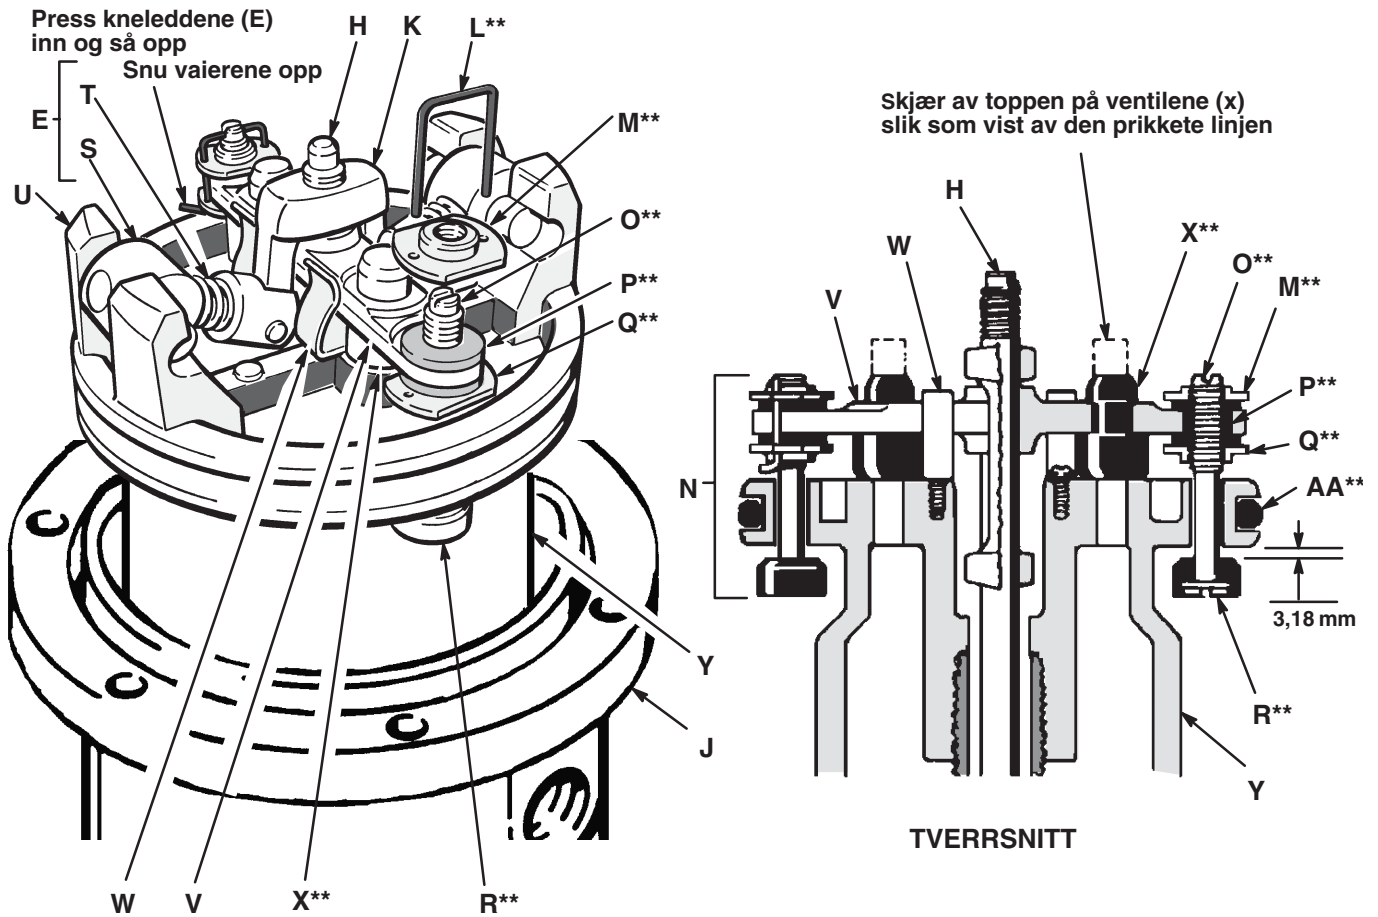

Fig. 3
Pass **alltid** på å holde fingrene unna kneledd-enhetene (E), for å unngå at de blir klemt eller amputeres. Se Fig. 3.
5. Legg press på utløserstangens åk (K) med en skruetrekker og trykk kneledd-enhetene (E) ned. Se Fig. 3. Ta låsetrådene (L) av justeringsmutrene (M og Q) på overføringsventilene (N). Skru av de øverste mutrene (M). Skru ventilstammene (O) ut av maljene (P) og de nederste justeringsmutrene (Q). Ta ventilene (R) av stammene og klem dem godt sammen får å se om de har sprekker.
- Grip kneledd-vippene (S) med en tang. Trykk sammen fjærene (T) og sving hele kneledd-enheten (E) opp og bort fra festeflensene (U) på stempelet, og ta av delene. Sjekk at ventilbryteren (V) støttes av fjærklemmene (W), men glir lett inn i dem. Se Fig. 3.
- Ta av utløserstangens åk (K), ventilbryteren (V) og utløserstangen (H). Undersøk om det er sprekker i ventilene i avluftsventilen (X).
4. Sjekk at o-ringene sitter på plass. Skyv stempelstangen ned gjennom halslageret og senk stempelet (Y) ned i luftmotorens bunn (J).
5. Trekk avluftventilens ventiler (X**) inn i ventilbryteren (V) og klipp av den øverste delen som er vist av den prikkete linjen. Se Fig. 3.
6. Sett overføringsventilens ventiler (R**) på ventilstammene (O**), og sett ventilstammene (O**), de nederste justeringsmutrene (Q**), maljene (P**) og de øverste justeringsmutrene (M**) på stempelet (Y). Sett utløserstangen (H), ventilbryteren (V), utløserstangens åk (K) og kneledd-enhetene (E) på stempelet. Se Fig. 3.
7. Før låsetrådene (L**) settes i justeringsmutrene (M** og Q**), brukes spesialmåleren 171–818 til å justere overføringsventilen (N) slik at det er en avstand på 3,18 mm mellom ventilventilene (R**) og stempelet (Y) når kneledd-enhetene står *ned*. Se Fig. 3.
8. Smekk kneledd-enhetene (E) *opp*. Monter sylinderen (G) og kapselmutteren (F). Monter luftmotoren på stempel-pumpen.